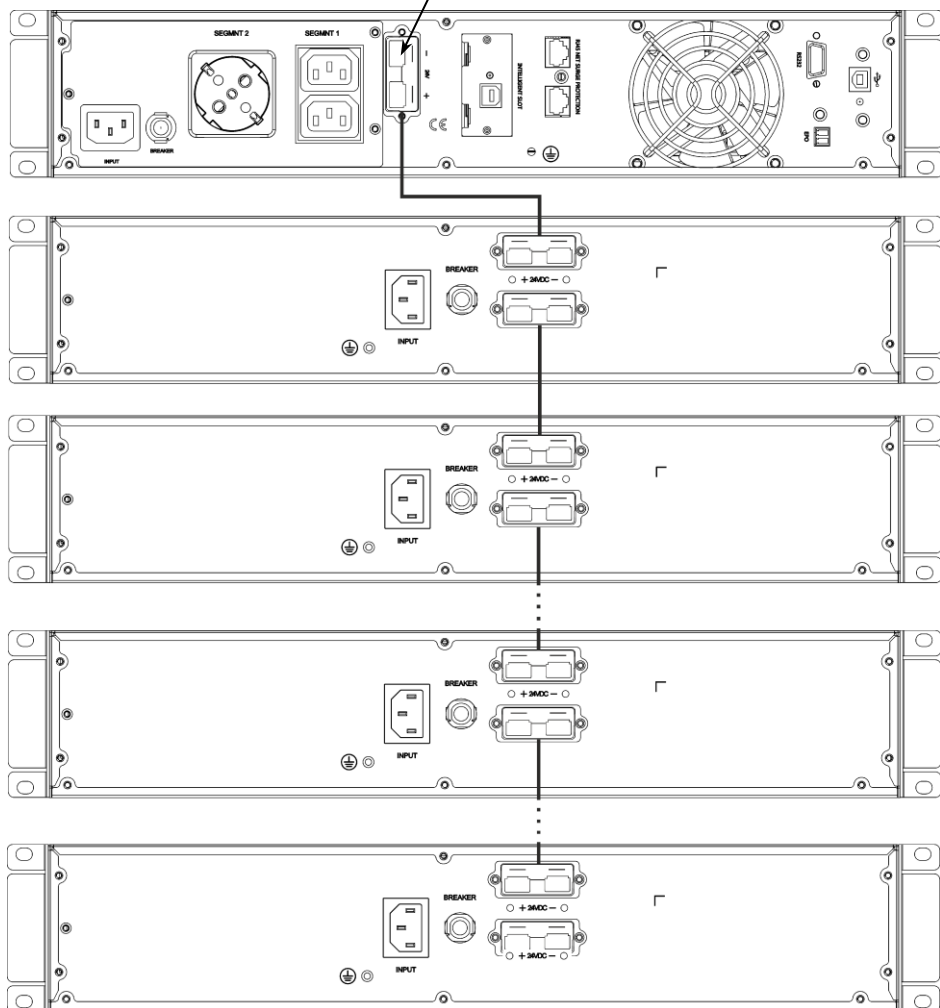

Рисунок 6 – Пример схемы подключения нескольких ББ
- при необходимости подключить более одного ББ, каждый последующий ББ подключается к предыдущему по схеме подключения первого ББ к ИБП. Подключение каждого дополнительного ББ осуществляется кабелем подключения ББ, входящим в его комплект поставки, см. рисунок 6.